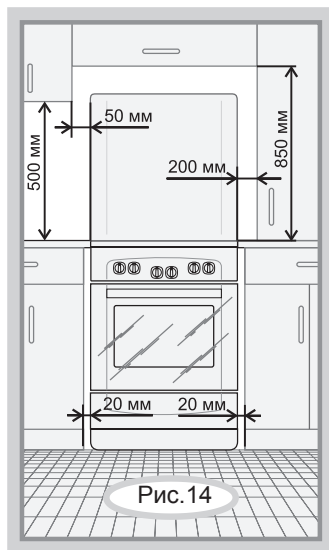

Рис.14
- Минимальные расстояния, которые необходимо выдержать при установке плиты, показаны на рис. 14. Задняя стенка варочной панели плиты должна отстоять от поверхности стены не менее чем на 50 мм.